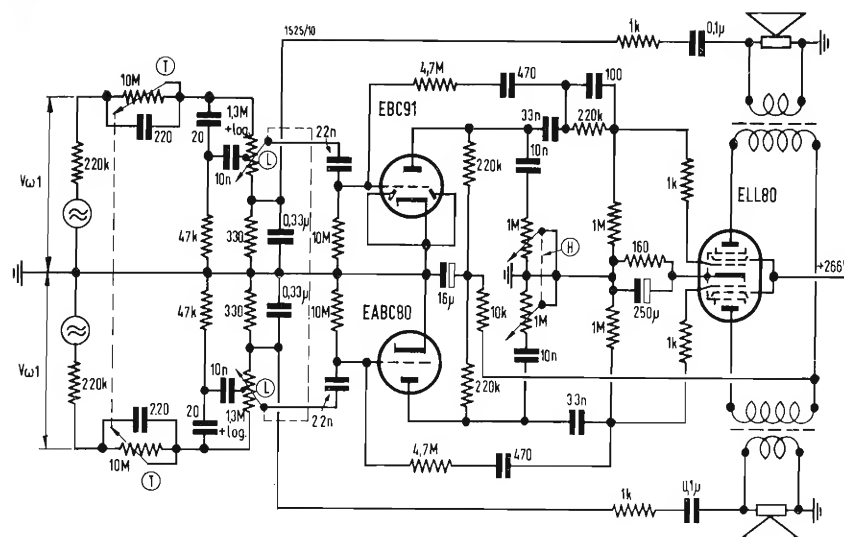

Fig. 3 - Amplificatore a due canali con regolazione di tono. Valvole EABC80 + EBC91 + ELL80.
Fig. 5 - Andamento del fattore di distorsione (K) e della tensione necessaria in entrata (V_{w1}) per l'amplificatore della fig. 3 in funzione della potenza in uscita (N_{da}).
Questo amplificatore, il cui circuito è rappresentato nella fig. 3, è destinato ai ricevitori stereofonici di tipo più economico, nei quali si deve ridurre al minimo il costo del secondo canale. Il doppio pentodo ELL80 nello stadio finale costituisce una soluzione favorevole, perché il maggior costo per quanto riguarda le valvole è dovuto solamente ad un preamplificatore EBC91. Anche il maggior assorbimento di corrente rispetto ad un normale canale unico con EL84 è praticamente trascurabile.
Il circuito della fig. 3 si può adottare anche per gli amplificatori fonografici a due canali. In questo caso conviene però sostituire i sistemi a triodo delle